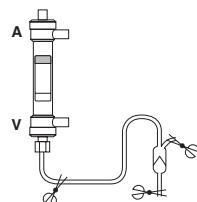

Fig.2/Abb.2/Εικ.2/Рис.2
4) Sluit de veneuze slang aan op de veneuze poort van de dialysator. (Fig. 2)